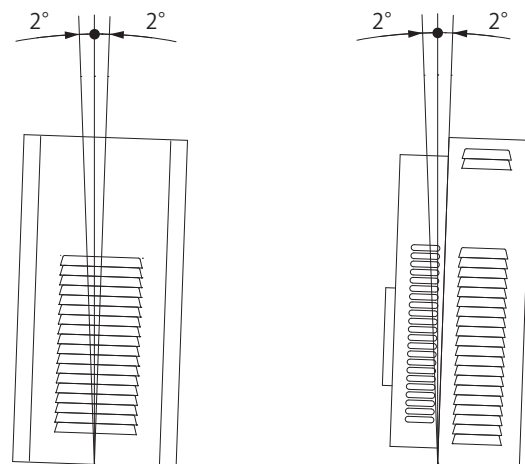

図 2 取付角度
- ・前後左右とも傾きがないよう(±2°以下)に、水準器などで確認してください。(図 2)